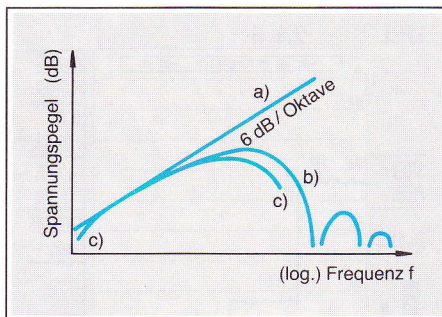

Bild 4 Typischer Verlauf der induzierten Spannung im Wiedergabekopf bei konstantem magnetischen Bandfluss;
- eliminiert den Frequenzgang der induzierten Wiedergabe-Spannung, die proportional mit der Signalfrequenz steigt (Bild 4, Kurve a),
- gleicht die Verluste aus, die durch die → Spaltbreite des Wiedergabekopfs (Bild 4, Kurve b; Bild 5) und andere Effekte entstehen.